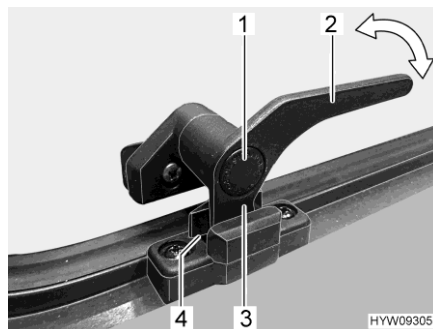

Fig. 43 Levier de verrouillage (position "Aération permanente")
- En position "Aération permanente" (Fig. 43)
- Enfoncer le bouton de sécurité (Fig. 43,1) et le maintenir enfoncé.
- Tourner le levier de verrouillage (Fig. 43,3) d'un quart de tour vers le centre de la fenêtre.
- Remettre le levier de verrouillage en position initiale. Le tenon de verrouillage (Fig. 43,3) du levier de verrouillage doit pénétrer alors dans le logement prévu à cet effet dans le verrouillage de fenêtre (Fig. 43,4).
- Relâcher le bouton de sécurité (Fig. 43,1).